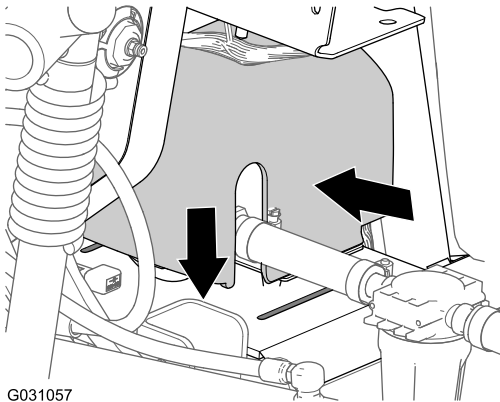

図 187
2. すすぎポンプのカバーを、すすぎポンプ用サドルプレートに合わせる 図 187。
3. すすぎポンプのカバーを両側から同時に押して、カバーについているタブをサドルプレートに合わせる 図 187。
4. スロットにタブを差し込み、カバーを両側から押していた力をゆるめる 図 187。